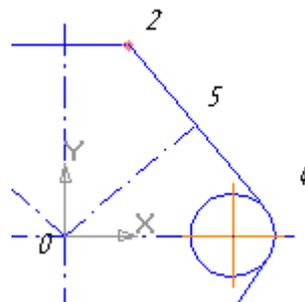

Рис. 14.
16. Построить отрезок 0-5 (рис.14), перпендикулярный отрезку 2-4: